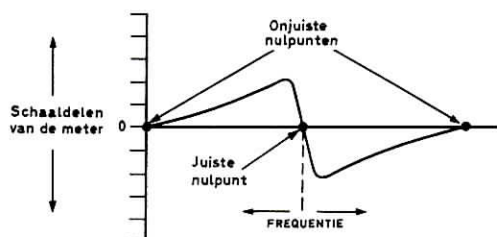

fig. 12
De meter wijst nu de discriminatorspanning aan die afhankelijk van meer of minder juiste frequentie en afregeling, verloopt, zoals in fig. 12 is aangegeven. Hoewel in deze figuur driemaal de meteraflezing "nul" voorkomt, wordt in het volgende onder "nul-discriminatorspanning" steeds het in de figuur aangegeven juiste nulpunt bedoeld, waarbij men dus bij een geringe frequentievariatie zowel een meteruitslag naar links en naar rechts kan verkrijgen.
46. Sluit de oscillograaf aan op testpunt 22. Moduleer de signaalgenerator met 50 Hz bij een grote zwaai. Op de oscillograaf ontstaat een kromme (zie fig. 12). Regel doosje D11 af op symmetrie van de kromme